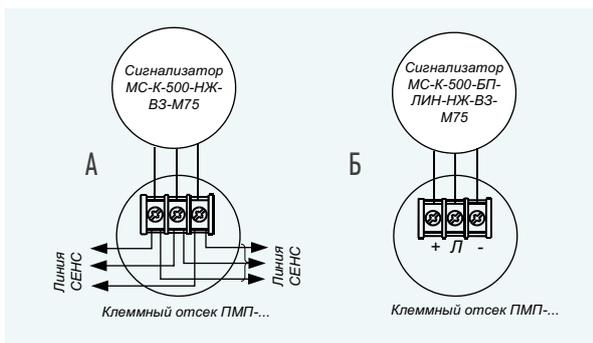

Рис. 13. Схемы соединений.
- “МС-К-500-НЖ-М75-ВЗ” - сигнализатор (рис. 12А), питаемый от линии. Конструкция и технические параметры сигнализатора такие же, как у сигнализатора МС-К-500-НЖ-ВЗ, описанного в разделе “Сигнализаторы МС-К-500”. Отличие заключается в конструктивном исполнении - креплении сигнализатора на крышке с резьбой М75, посредством которой сигнализатор крепится к корпусу ПМП. Три провода, идущие от сигнализатора, присоединяются к клеммным зажимам ПМП (рис. 13А).
- “МС-К-500-БП-ЛИН-НЖ-М75-ВЗ” - сигнализатор, питаемый от встроенного литиевого элемента (рис. 12Б). Сигнализатор аналогичен сигнализатору МС-К-500-БП-ЛИН-НЖ-ВЗ, который описан в разделе “Сигнализаторы МС-К-500”. Отличие заключается в конструктивном исполнении - креплении сигнализатора на крышке с резьбой М75, посредством которой сигнализатор крепится к корпусу ПМП. Три провода, идущие от сигнализатора, присоединяются к клеммным зажимам ПМП (рис. 13Б).